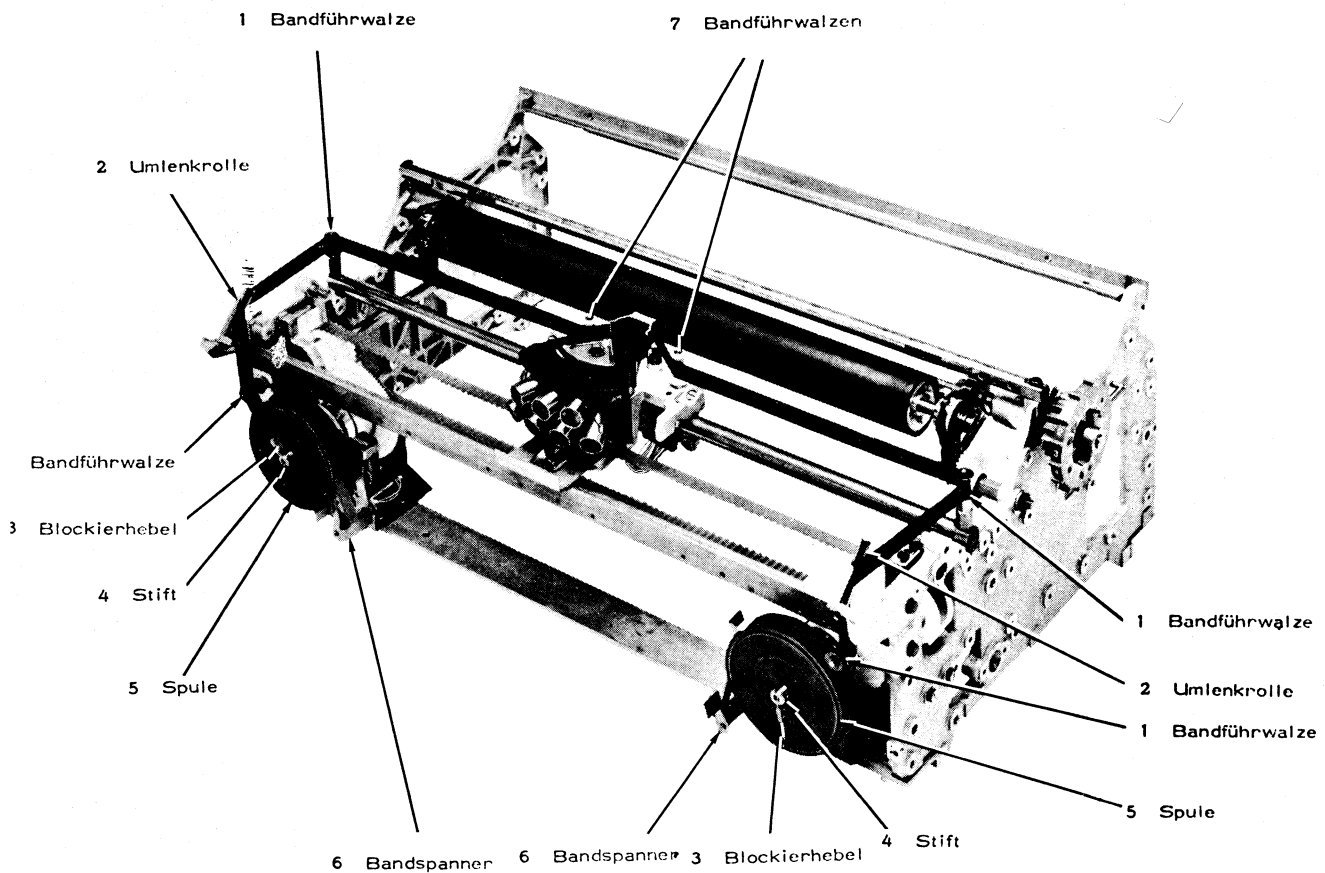

Abb. 7.2 Farbbandwechsel
- die Blockierhebel (3) der Spulen (5) um 90° nach außen drehen, die Spulen aus den Bandspannern (6) entfernen, von den Stiften (4) abziehen und das Band entfernen,
- Führen des Bandes durch die Bandführwalzen (1 u. 7) und Umlenkrollen (2) (Abb. 7.2)